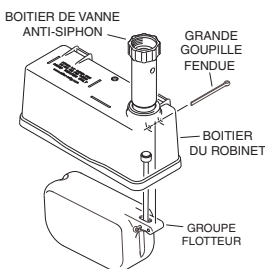

Figure 3
4. Placez le groupe flotteur à l'intérieur du boîtier de robinet puis faites glisser la grande goupille fendue de 2 pouces 1/4 à travers le boîtier et le groupe flotteur (voir figure 3). Écartez légèrement les extrémités de la grande goupille fendue à l'aide des pincés. Lorsqu'il est correctement monté, le groupe flotteur doit pivoter sans accrocher autour de la goupille fendue à l'intérieur du boîtier de robinet.